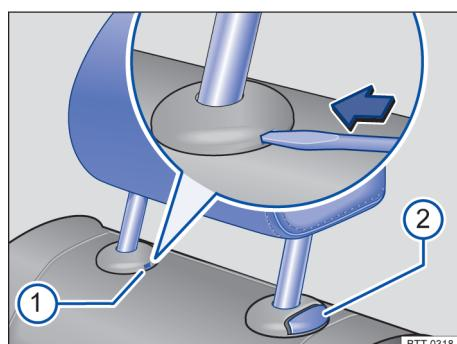

图 63 拆卸后排座椅头枕
- 将打开的车辆钥匙头或螺丝刀刀头插入护套的槽内 → 图 63 ①。
- 同时按压按钮 ②，另一人将头枕完全拔出。